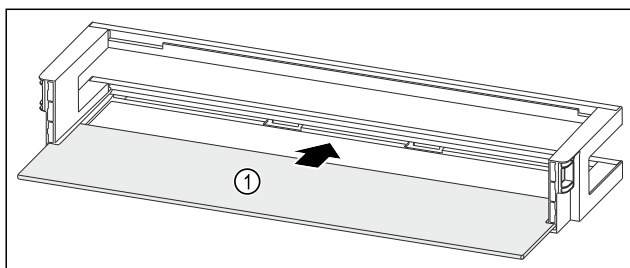

Fig. 238 Rafti i derës me raft mbajtës
- Futni raftin mbajtës Fig. 238 (1) në folëtë anësore.